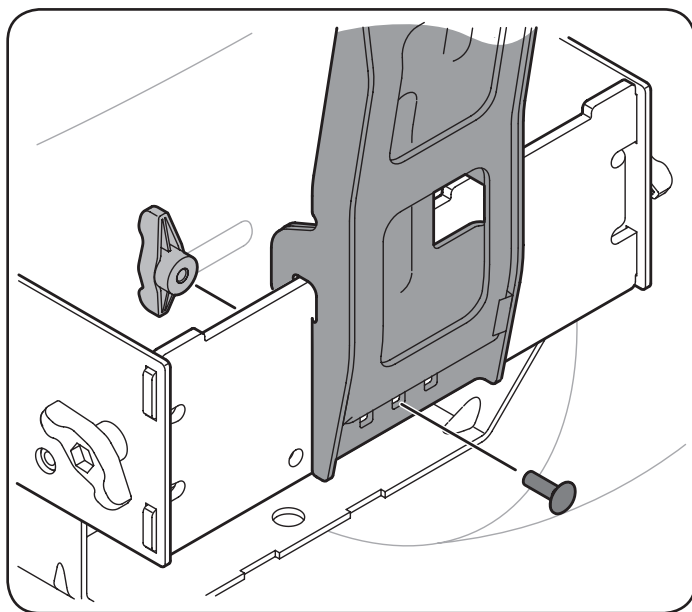

Figure 11
- Fixez le dispositif de soutien du sac à la plaque de fixation en utilisant le boulon de carrosserie (710-0276) et le bouton à ailettes (720-04122) provenant de la trousse de quincaillerie 689-00312A. Consultez la Figure 11.